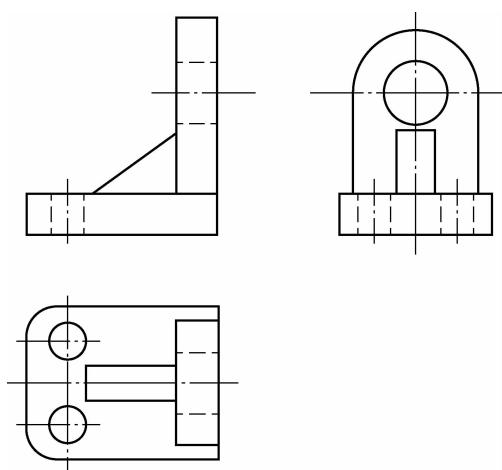

图 1-3-11
2. 如图 1-3-11 所示,给下面的组合体标注尺寸。(尺寸数值按 1 : 1 从图中直接量取,并取整数,5 分)